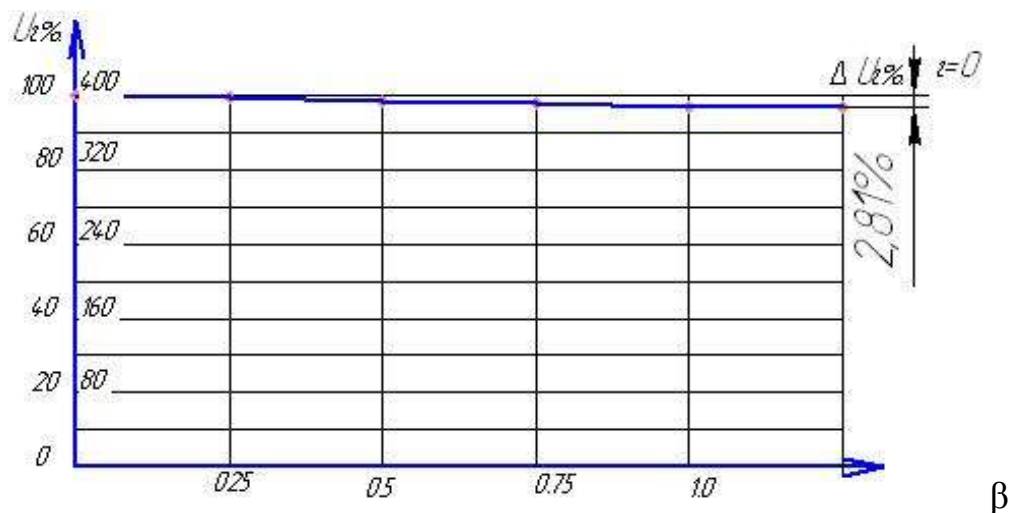

Рисунок 4.4 – График зависимости  $U_2=f(\beta)$
7. Определим процентное изменение напряжения  $U_2$  для заданного характера  $\varphi_2 = 0$  и коэффициента нагрузки трансформатора  $\beta$  и построим его внешнюю характеристику (рисунок 4.4).  $\cos \varphi_2 = \cos 0^\circ = 1$ ;  $\sin \varphi_2 = \sin 0^\circ = 0$ .
Строим зависимость  $U_2 = f(\beta)$  (рисунок 4.4)